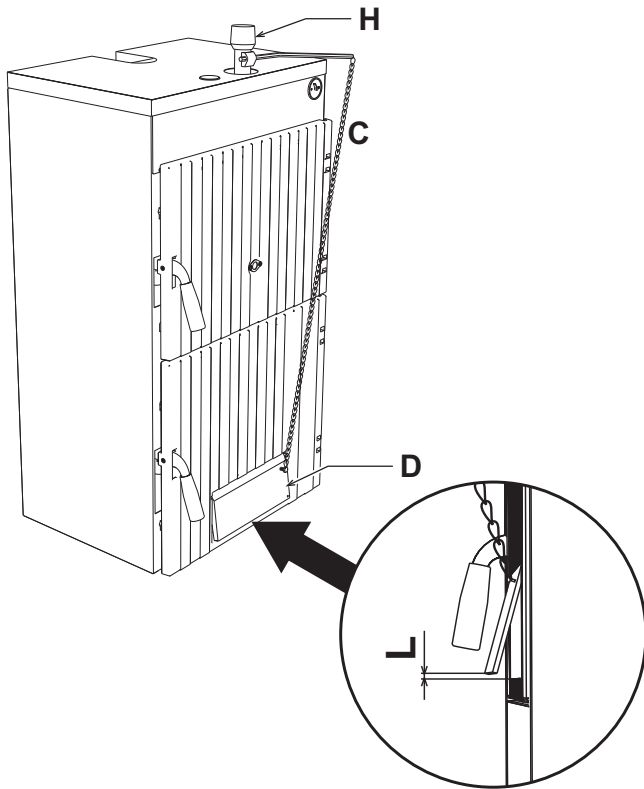

fig. 2 - Installazione
2. Montare il regolatore termostatico "H" fig. 2.
4. Regolare la vite di registro del portello di presa aria in modo che con portello in appoggio rimanga in ogni caso un passaggio aria di circa 1 - 2 mm massimo. Con caldaia fredda, posizionare il termostato di regolazione a 60°. Agganciare la catenella "C" all'apposito occhio "D" del portello di presa aria, regolandone la lunghezza in modo che il passaggio d'aria "L" (fig. 2) sia circa 15 mm per "coke III" e 2 mm per "legno".
Regolare la vite di registro del portello di presa aria in modo che con portello in appoggio rimanga in ogni caso un passaggio aria di circa 1 - 2 mm massimo. Con caldaia fredda, posizionare il termostato di regolazione a 60°. Agganciare la catenella all'apposito occhio del portello di presa aria, regolandone la lunghezza in modo che il passaggio d'aria "L" (fig. 2) sia circa 15 mm per "coke III" e 2 mm per "legno".